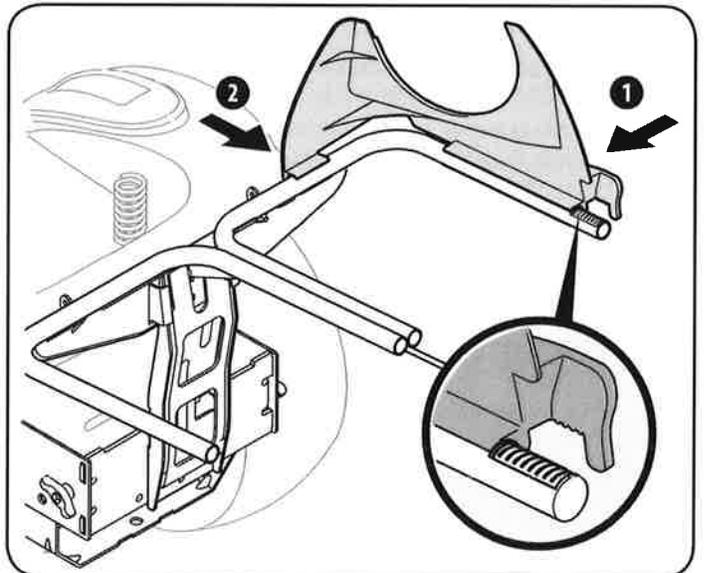

Figura 40
1. Encaje el soporte superior de conducto plástico en su lugar por el recorte primero la porción lateral sobre el carril de soporte de la bolsa con el borde de la característica de ajuste alineado con la línea roja (1), como se muestra en el recuadro de la Figura 40.
2. Ajustar la parte frontal del soporte de rampa superior al carril de soporte de la bolsa como se ve en la Figura 40.